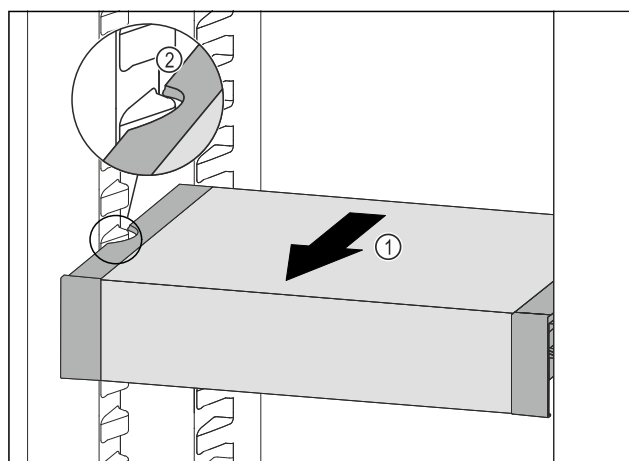

Fig. 110
- 向前拉动 VarioSafe Fig. 110 (1)，直至 VarioSafe 的侧部凹槽与冷藏区中的容器肋梁持平。 Fig. 110 (2)